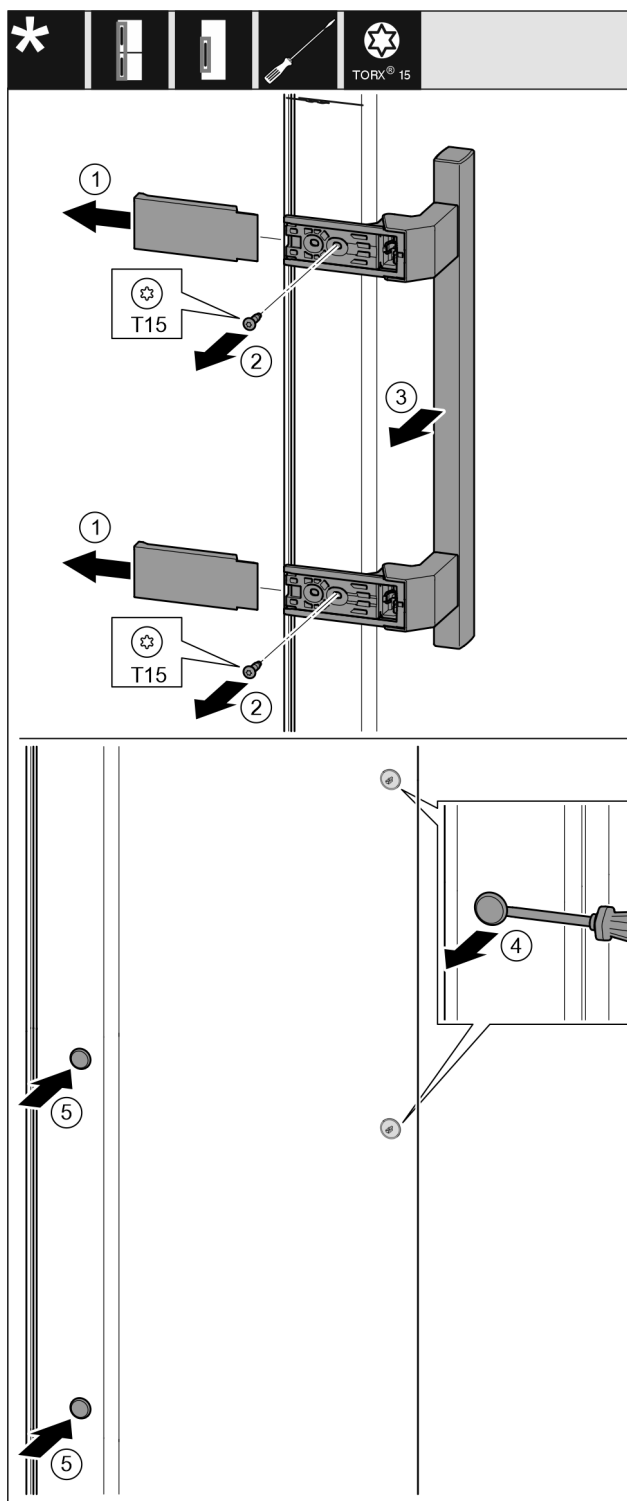

Fig. 14
- ▶ Trek de afdekking eraf. Fig. 14 (1)
- ▶ Draai de schroeven los met een Torx 15-schroevendraaier. Fig. 14 (2)
- ▶ Verwijder de handgreep. Fig. 14 (3)
- ▶ Til de zijplug voorzichtig op met een platte schroevendraaier en trek hem eruit. Fig. 14 (4)
- ▶ Plaats de stekker terug aan de andere kant. Fig. 14 (5)